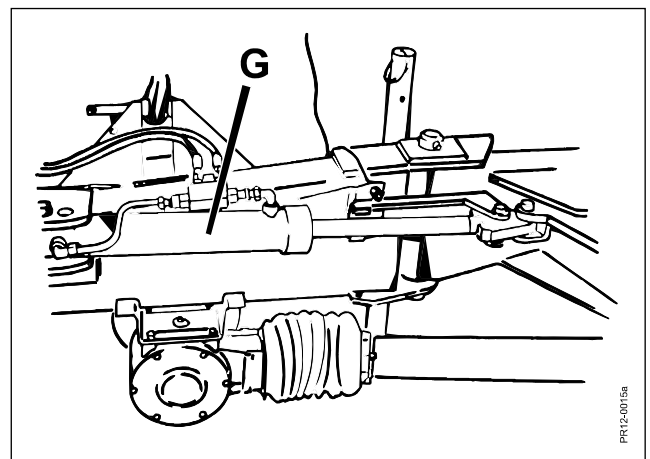

Fig. 2-15
- Fig. 2-15 6) Svingcylinderen **G** tilkobles et dobbeltvirkende hydraulikudtag på traktoren, liften hæves, og maskinen svinges til arbejdsstilling.